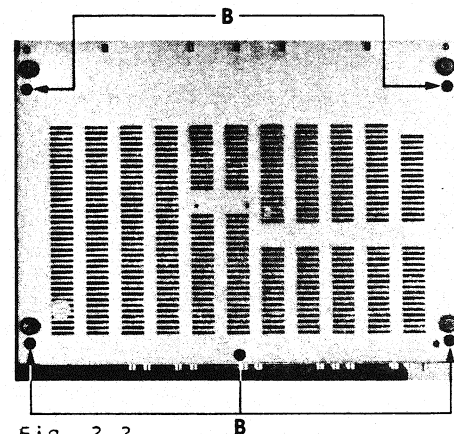

Fig. 2.2
2.2 Dépose de la plaque inférieure (fig. 2.2)